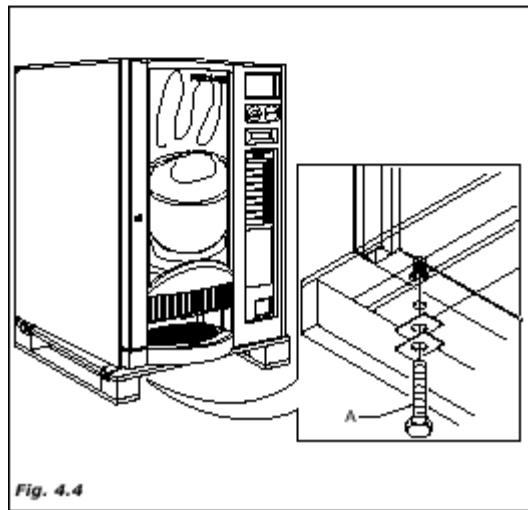

Fig. 4.4
Снимите аппарат с поддона для транспортировки, выкрутив винты (A), которые крепят поперечины к поддону (рис. 4.4).